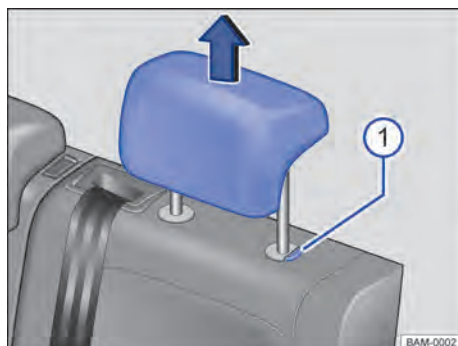

Fig. 69 Apoios para cabeça traseiros: desinstalar.
- Retirar o apoio para cabeça com o botão → Fig. 69  pressionado.
- Empurrar o apoio para cabeça para baixo com o botão → Fig. 69  pressionado.